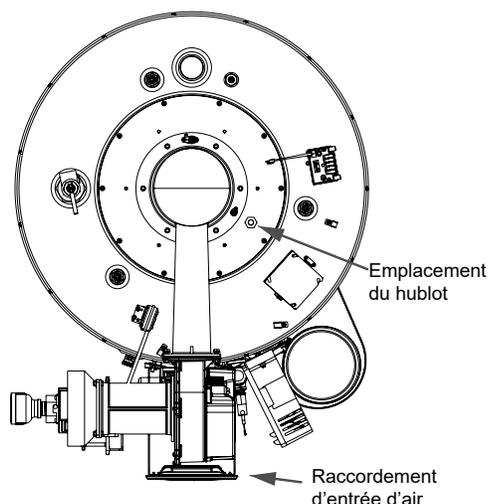

Figure 36. Emplacement du hublot
- Ne pas présenter de décrochage excessif des flammes par rapport aux orifices du brûleur. Voir *Figure 36*.